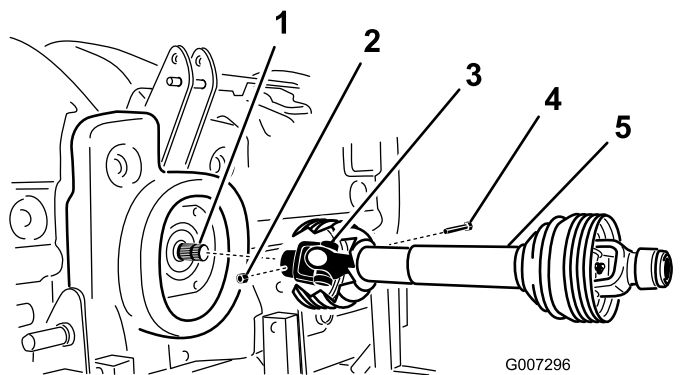

Figure 11
2. Accouplez l'arbre de PDF à l'arbre d'entrée de la boîte d'engrenages au moyen d'un boulon (1/2" x 3") et d'un écrou (1/2") (Figure 11).